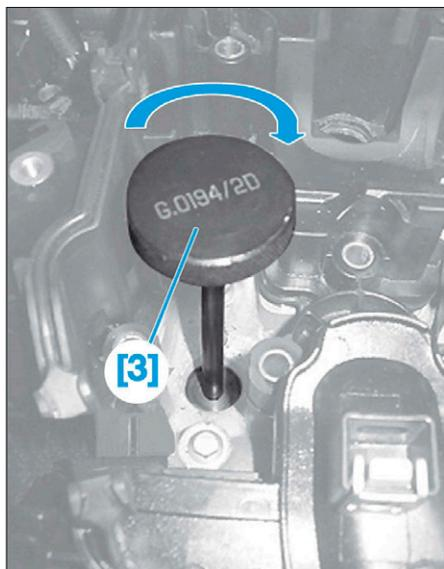

FIG. 57
- Poser l'outil [3] dans le puits d'injecteur (Fig.57).